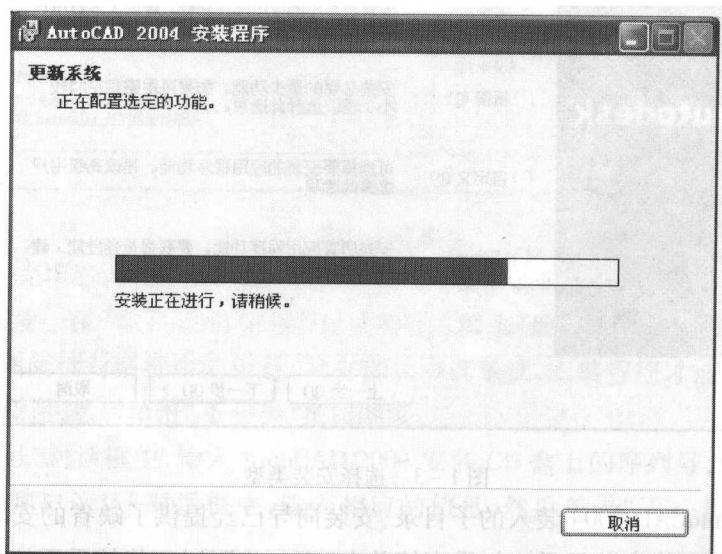

图 1-5 安装进度条
(6) 在“选择文本编辑器”对话框中可以指定 AutoCAD 2004 默认的文本编辑器，缺省情况下使用的是 Windows 操作系统自带的“记事本”，一般不用更改，直接单击“下一步”按钮即可。
(7) 出现的“开始安装”对话框，该对话框起一个确认的作用，如果用户对之前的设置不满意，可通过“上一步”按钮返回到先前的状态重新设置，确认无误后单击“下一步”按钮即可直接开始安装，安装过程将自动生成一个安装脚本，之后将出现“安装进度条”，如图 1-5 所示。